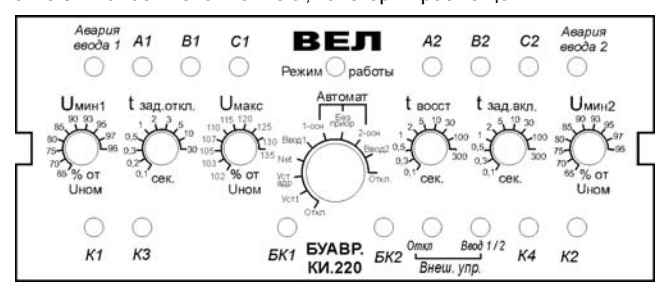

Рис. 2 Расположение органов управления и индикации БУАВР.КИ
- 4.5. Расположение органов управления и индикации БУАВР приведено на рис. 2.
- 4.6. Переключение режимов работы производится с помощью 10-позиционного переключателя, находящегося на передней панели, рис.2. Для удобства контроля режимов работы БУАВР при запуске и эксплуатации, предусмотрена светодиодная индикация режимов работы с помощью многоцветного светодиода «Режим работы», рис.2. Описание режимов работы БУАВР и соответствие индикации приведены в таблице 1.
О наличии аварии (замыкании входа «БК1» («БК2») на контакт «Общий») сигнализирует загорание индикатора «БК1» («БК2» соответственно), рис.2. Повторное включение сработавшего (выбившего) автоматического выключателя возможно только после снятия блокировки (нажатия на кнопку сброса на автоматическом выключателе).
- 4.17.3. Дискретный вход «ДО» работает только в режиме «Дистанционное управление» и используется для дистанционного отключения вводов 1 и 2. При замыкании входа на контакт «Общий», реле K1 и K2 отключаются. О состоянии входа «ДО» сигнализирует индикатор «ДО», рис.2.
- при замыкании входа на контакт «Общий», реле K1 отключается, отключая ввод 1. С задержкой включения $t_{зад.вкл.}$ включается реле K2 подключая ввод2. О состоянии входа «Ввод 1/2» сигнализируют индикаторы «K1» и «K2», рис.2;